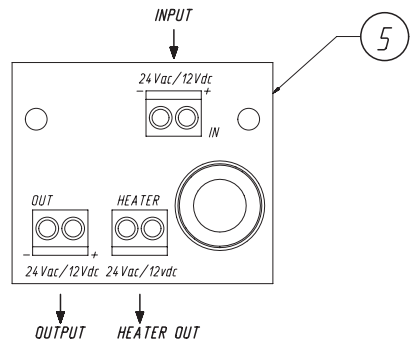

Fig. 3
- Connecter enfin le câblage ventilateur + thermostat (1) venant d'être installé (Fig.2) à la borne du circuit de support (5) sur le fond postérieur du caisson (Fig.3).